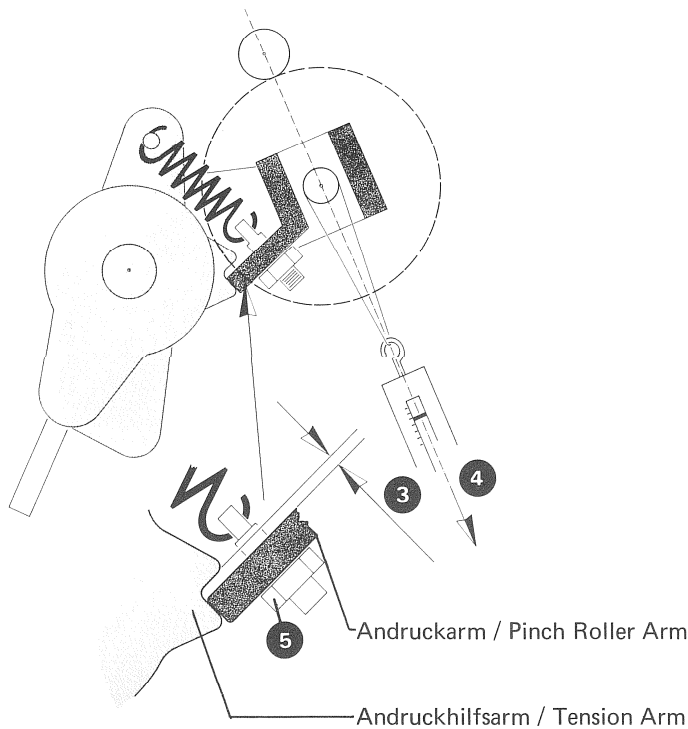

Fig. 2.4.-6
6. Taste PLAY drücken. Befestigungsschrauben des EDIT-Magneten (1) lösen. Den EDIT-Magneten so weit nach rechts schieben, dass ein noch spürbares Spiel von ca. 0,3 bis 0,5 mm zwischen Ankerzugstange und Mitnehmerbolzen (6) verbleibt. Befestigungsschrauben wieder festziehen (Fig. 2.4.-4).